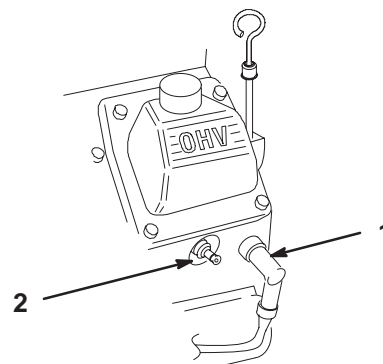

Figure 40
2. Débranchez les fils des bougies (Fig. 40). Nettoyez la surface autour des bougies pour éviter que des impuretés n'endommagent le moteur en tombant à l'intérieur.